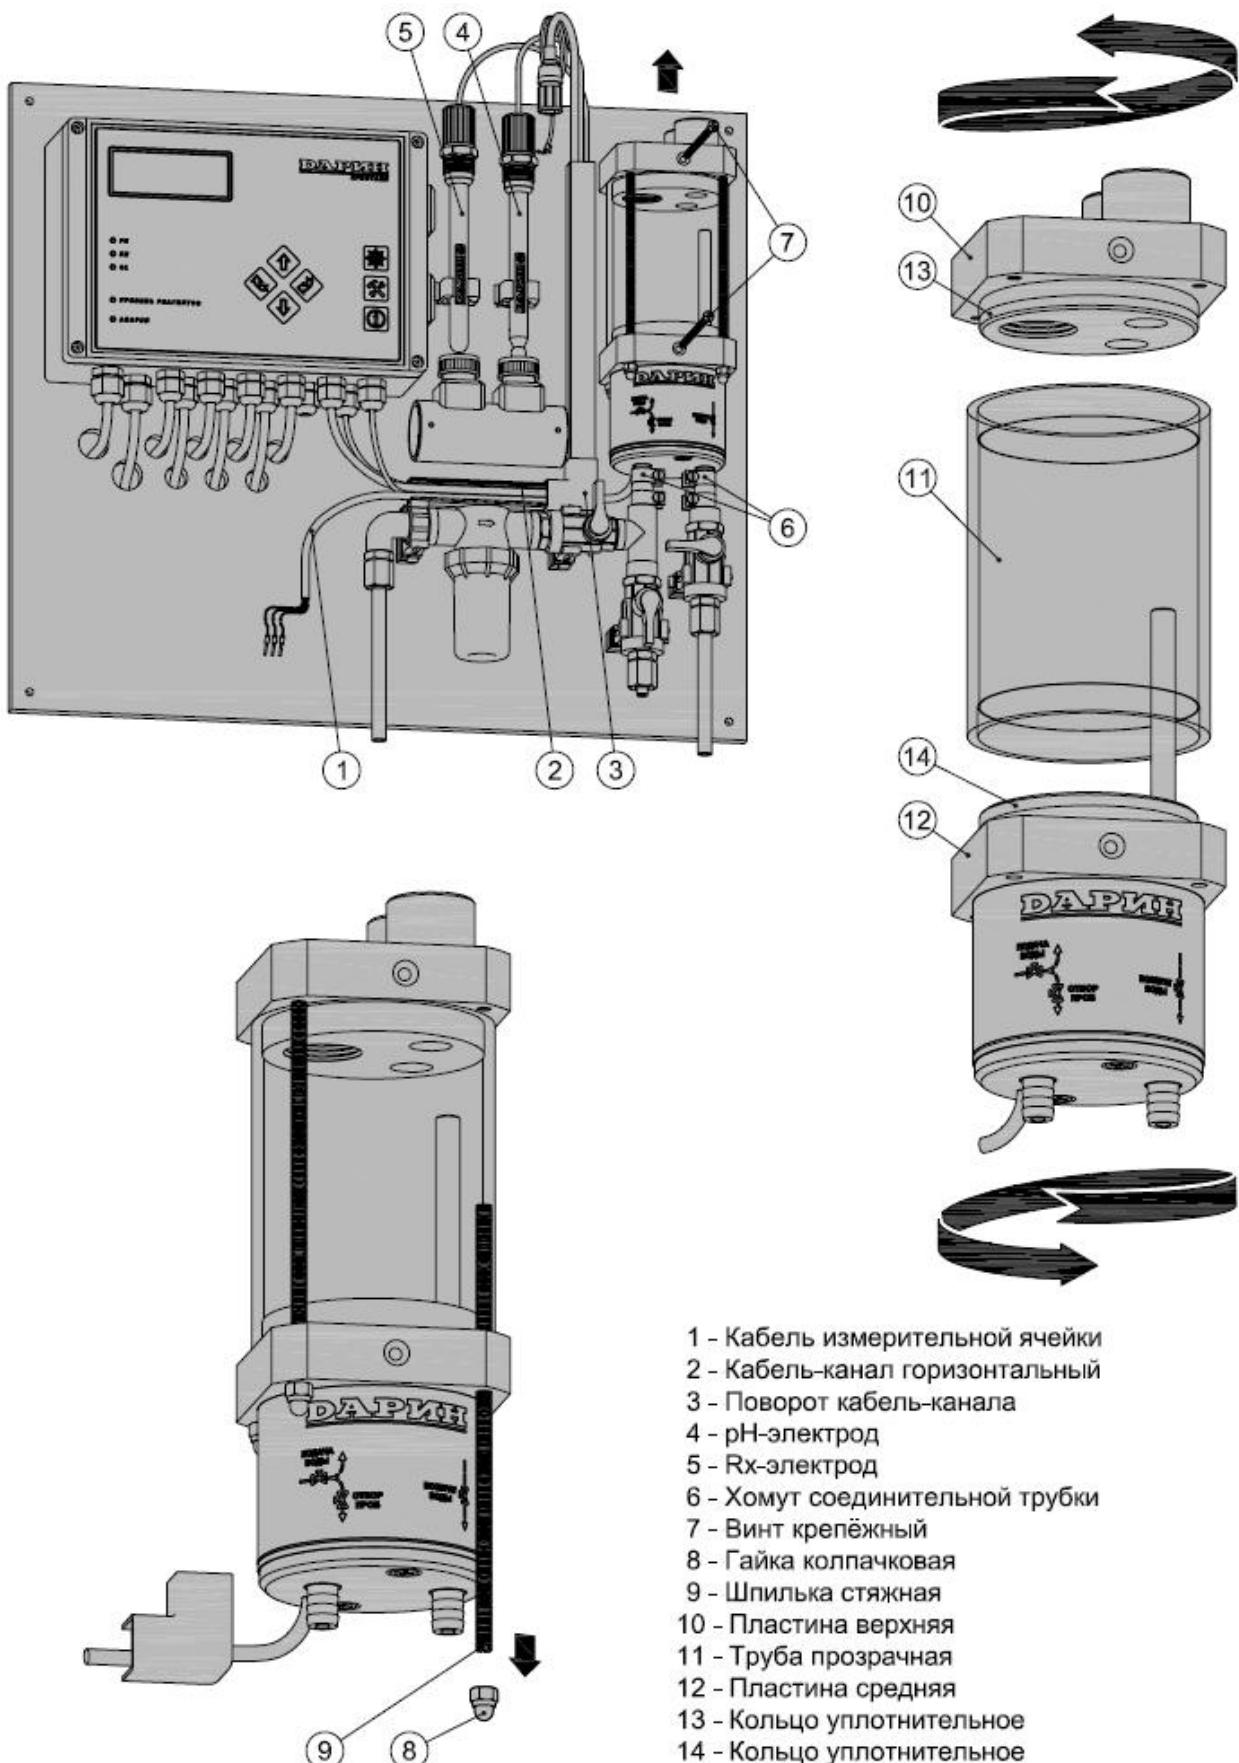

Рис.28 Очистка стенок проточной камеры измерительной ячейки
- открыть крышку контроллера «Кристалл», отсоединить провода от клемм «Измерительная ячейка» (см. рис.14), ослабить гайку гермоввода и вытащить кабель измерительной ячейки наружу (см. рис.28, поз.1);
- снять крышку с горизонтального кабель-канала (см. рис.28, поз.2) и отсоединить от кабель-каналов поворот (см. рис.28, поз.3) вместе с кабелем измерительной ячейки (см. рис.28, поз.1);
- выкрутить из ячейки pH-электрод и Rx-электрод (если он есть); эти электроды поместить в держатели электродов (см. рис.28, поз. 4 и 5);
- ослабить хомуты соединительных трубок на входном и выходном патрубках измерительной ячейки (см. рис.28, поз. 6);
- выкрутить крепёжные винты измерительной ячейки (см. рис.28, поз. 7) – сначала нижний винт, а затем, придерживая ячейку рукой, верхний винт;
- скрутить колпачковые гайки (4 шт.) со стяжных шпилек измерительной ячейки, а затем выкрутить из ячейки и сами шпильки (см. рис.28, поз. 8 и 9);
- отделить от измерительной ячейки верхнюю пластину, поворачивая и одновременно вытягивая эту пластину из прозрачной трубы (см. рис.28, поз. 10 и 11);
- отделить от измерительной ячейки прозрачную трубу, поворачивая и одновременно вытягивая из этой трубы среднюю пластину (см. рис.28, поз. 11 и 12);
- перед сборкой ячейки нанести силиконовую смазку на уплотнительные кольца верхней и средней пластины (см. рис.28, поз. 13 и 14); рекомендуется использовать смазку для шлангов перистальтических насосов (см. рис.7, поз. 2);